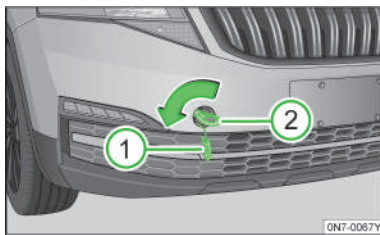

图 154
- ▶ 将牵引环朝箭头方向拧入螺纹孔内，直到限位位置» 图 154。